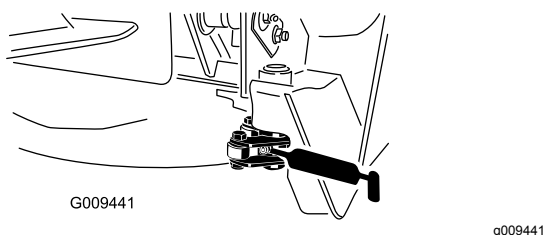

Figura 79
- 2 perni orientabili del fermo (Figura 79)